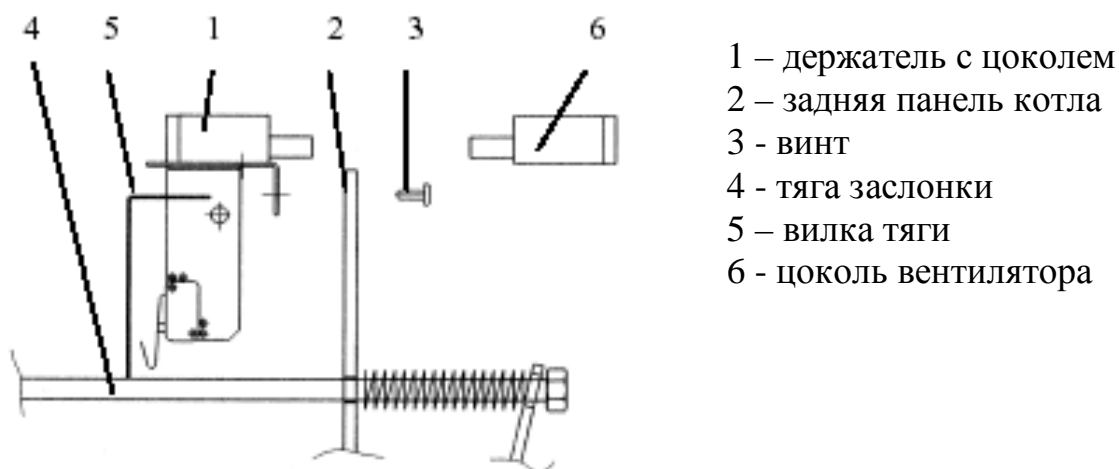

Рис. 3. Монтаж семиполюсного цоколя с держателем.
- К задней стенке котла (см. рис. 3) привинтите держатель с семиполюсным цоколем.